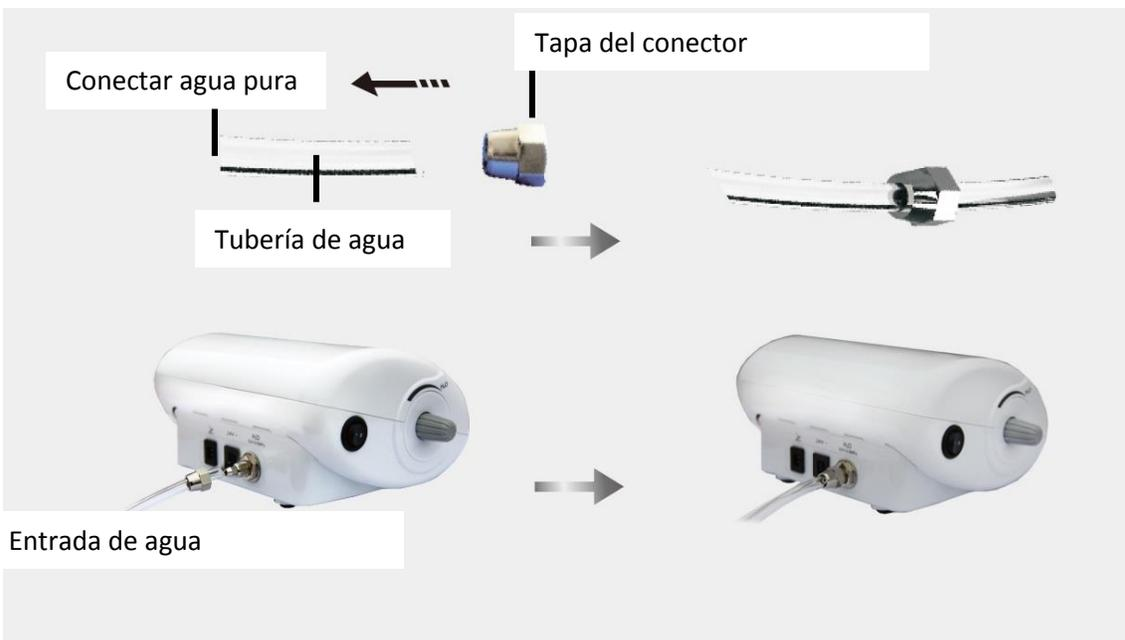

Imagen 3
2.1.4 Conectar un extremo del tubo de agua a la entrada de agua, y el otro extremo a la fuente de agua pura (imagen 3).
- 2.1.6 Insertar la clavija de la fuente de alimentación a su enchufe, entonces, comunicar con la energía (imagen 3).